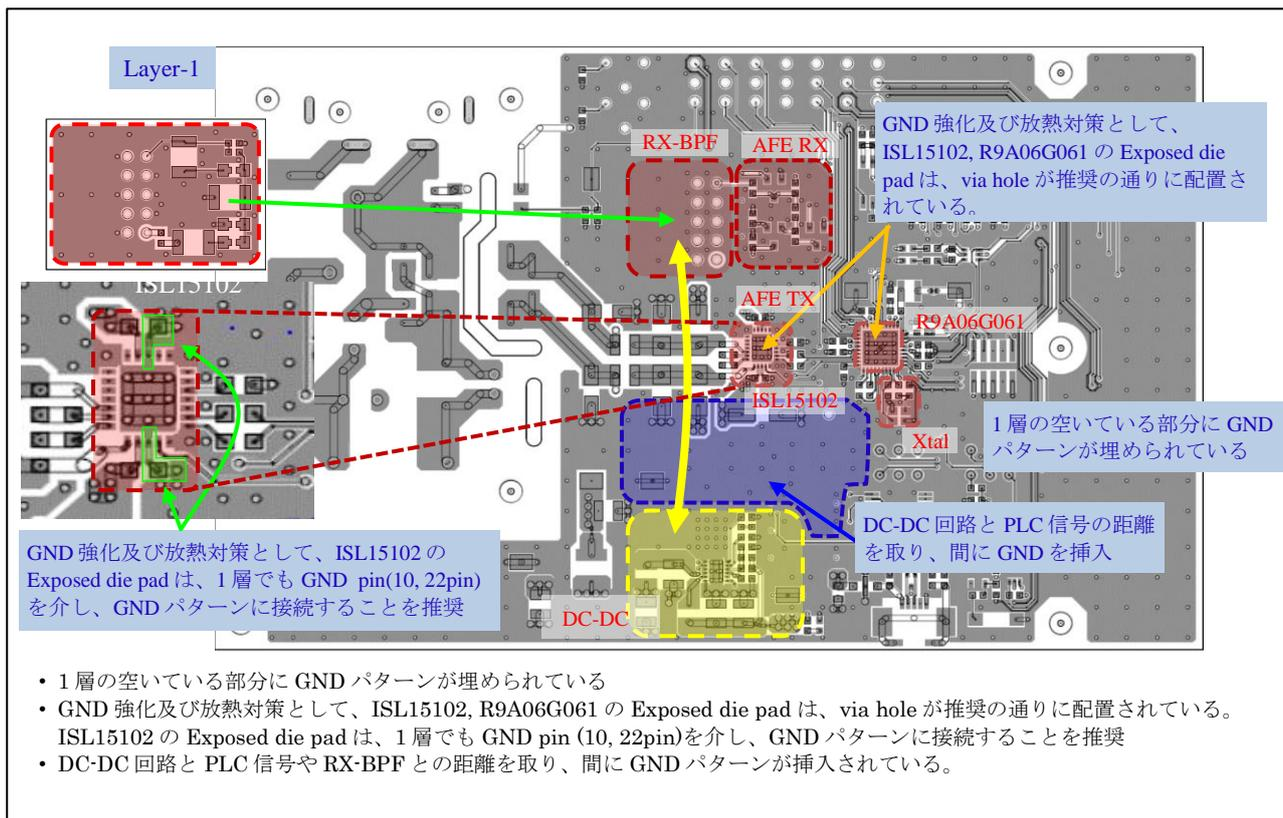

Figure 2-12 R9A06G061 と ISL15102 の Exposed die pad と GND パターンの接続例 (1層)
- 1 層では、放熱性を高めるため、ISL15102 の Exposed die pad は極力 1 層の GND プレーンと接続してください。(1 層の接続例を Figure 2-12 に示します)